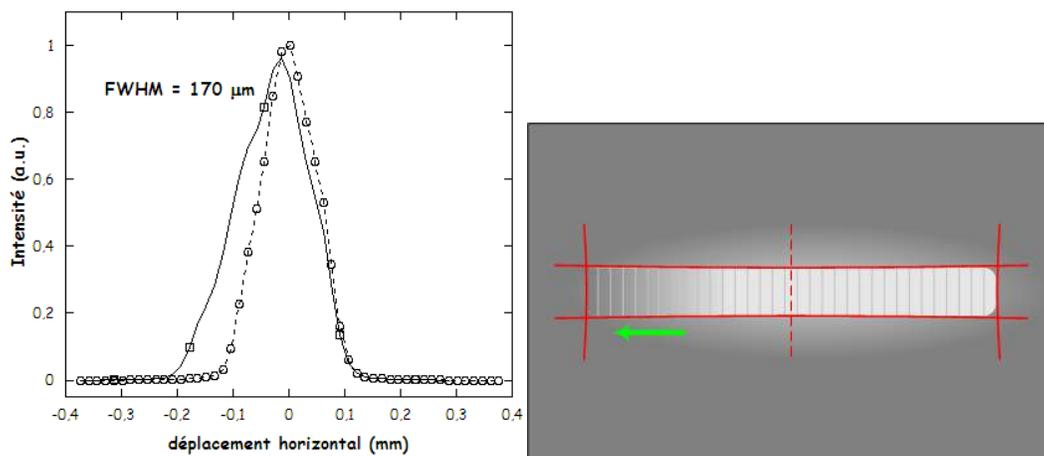

FIGURE 6.3.11 – Exemple de profil élargi asymétrique / Représentation schématique du faisceau à l'écran
**La tache est asymétrique (figure 6.3.11) :** le point focal n'est plus sur l'axe optique.